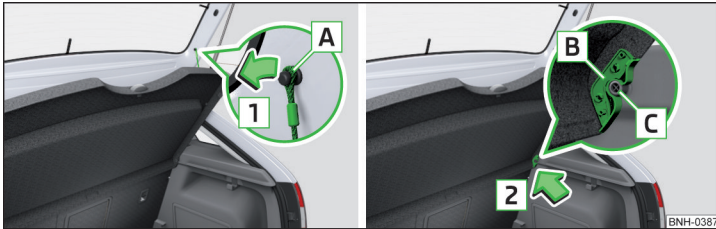

Abb. 106 Gepäckraumabdeckung herausnehmen
Sind die Haltebänder **A** » Abb. 106 an der Gepäckraumklappe eingehängt, dann wird beim Öffnen der Klappe die Gepäckraumabdeckung (nachstehend nur Abdeckung) mit angehoben.
- › Auf den beiden Seiten der Gepäckraumklappe die Haltebänder **A** in Pfeilrichtung **1** aushängen » Abb. 106.
- › Die Aufnahmen **B** an der Abdeckung über die Halterungen **C** an der Seitenverkleidung stellen » Abb. 106.